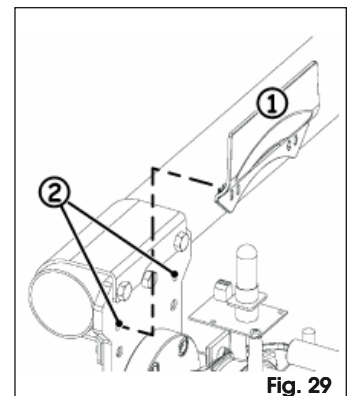

Fig. 29
•Posizionare il carter posteriore del piatto porta-asta, Fig. 29 rif. ①, agganciandolo nei due fori liberi presenti sul piatto, Fig. 29 rif. ②.